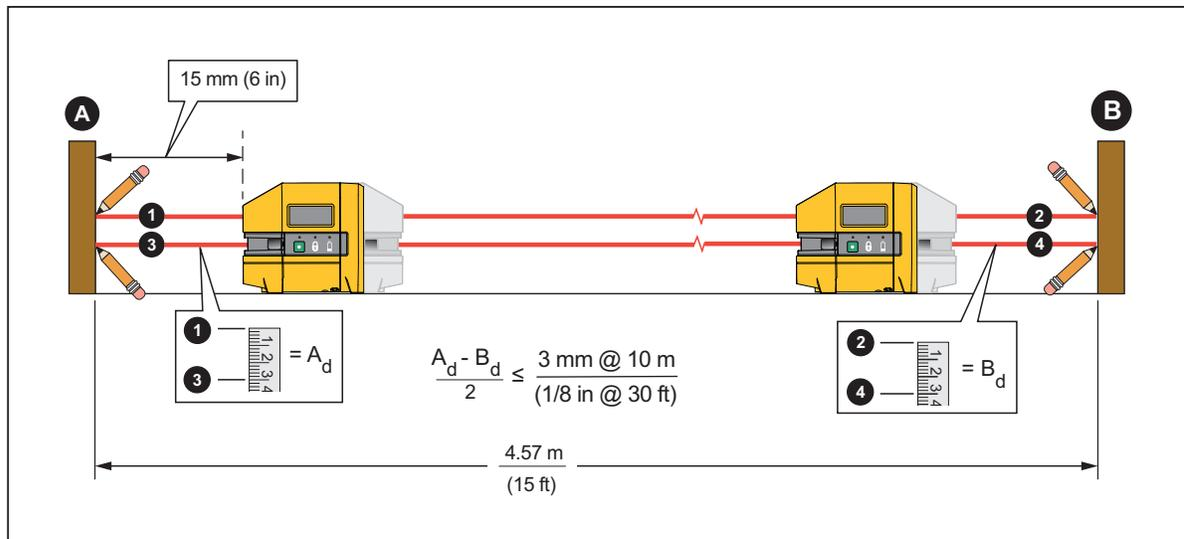

Abbildung 7. Niveaugenauigkeit
1. Eine beinahe waagerechte Fläche, vorzugsweise eine Betonplatte mit einer Seitenlänge von $\geq 4,57$ m, und zwei gegenüberliegende Wände, die als Messobjekte verwendet werden können, suchen. Es kann auch Restholz als Messobjekt verwendet werden. Siehe Abbildung 7.